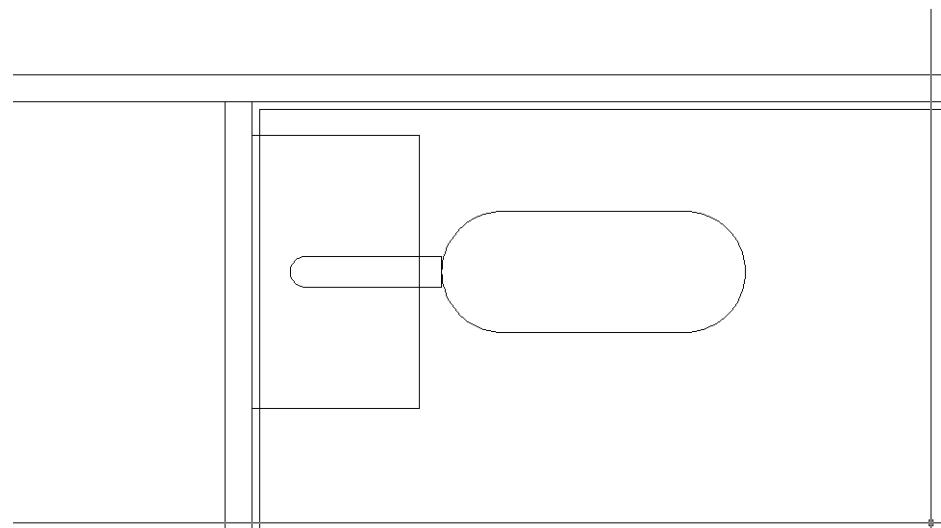

Рис. 5.56 ▼ Чертеж лампы после отсечения лишних половинок окружностей и удаления вертикальных отрезков, игравших роль секущих ребер
15. Создайте подобным образом две окружности радиусом 40 мм на плафоне лампы, затем обрежьте все три окружности по вертикальным линиям, после чего удалите эти вертикальные линии, чтобы чертеж принял вид, показанный на рис. 5.56.